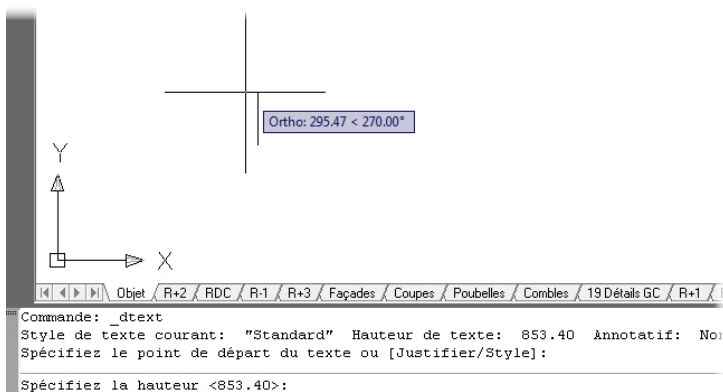

Figure 5.5
- Indiquez ensuite la hauteur souhaitée du texte. Vous avez la possibilité d'entrer une valeur numérique au clavier ou de préciser une distance à l'écran sur le dessin (voir Figure 5.5).